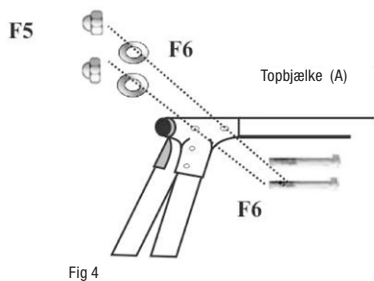

Fig 4
3. Gør de to benpar fast med fastgørelserne (B + H) i topbjælken (A). Sørg for, at benene har en hældning udad, og at hullerne i benfastgørelserne passer i hullerne på topbjælkens ender, se fig. 4. Fastgør med 70 mm 6-kantsbolt (F1), 2 skiver (F6), en på hver side af fastgørelsen og M6 kuppelmøtrikker (F5).